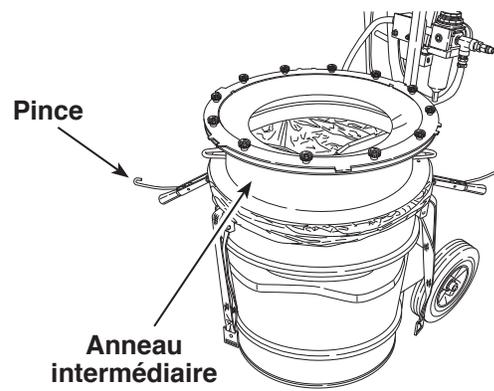

Figure 22
2. Desserrez et retirez l'anneau intermédiaire de la boîte filtrante. Voir Figure 22.